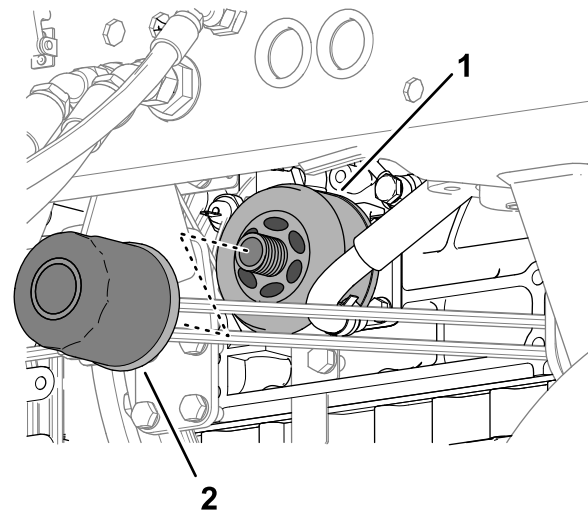

Bild 126
- Drehen Sie den Ölfilter gegen den Uhrzeigersinn, um ihn zu entfernen (Bild 126).